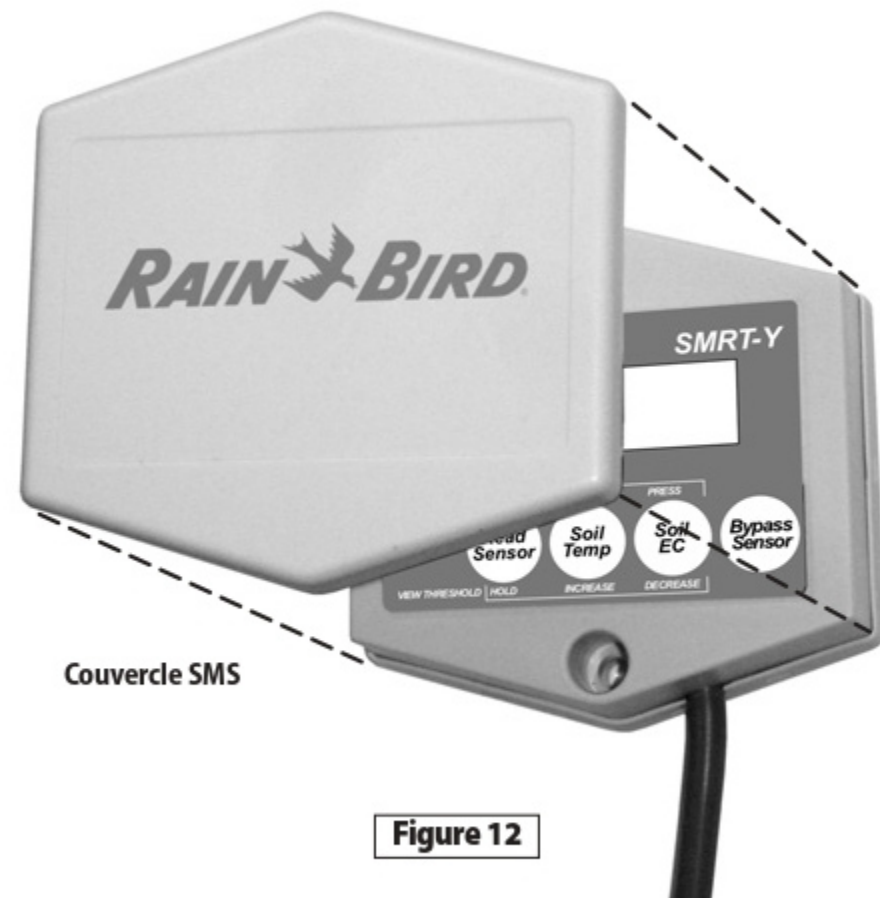

Figure 12
4. Une exposition directe et prolongée aux rayons du soleil peut endommager l'écran LCD du SMRT-Y. Utiliser le couvercle de protection (voir figure 12) lorsque l'écran est en plein soleil.